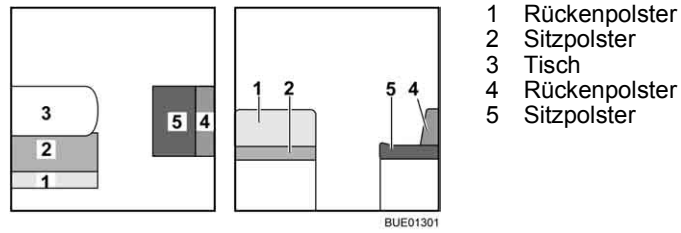

Bild 129 Vor dem Umbau
- Tisch (Bild 129,3) zum Bettunterbau umbauen (siehe Abschnitt 6.11).
- Das Rückenpolster (Bild 129,1) abnehmen und beiseite legen.